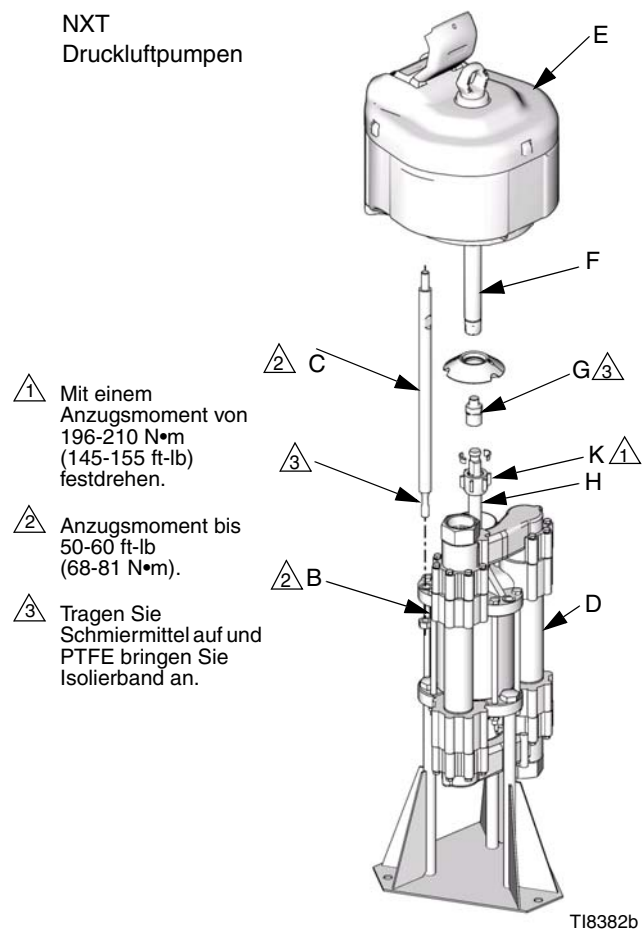
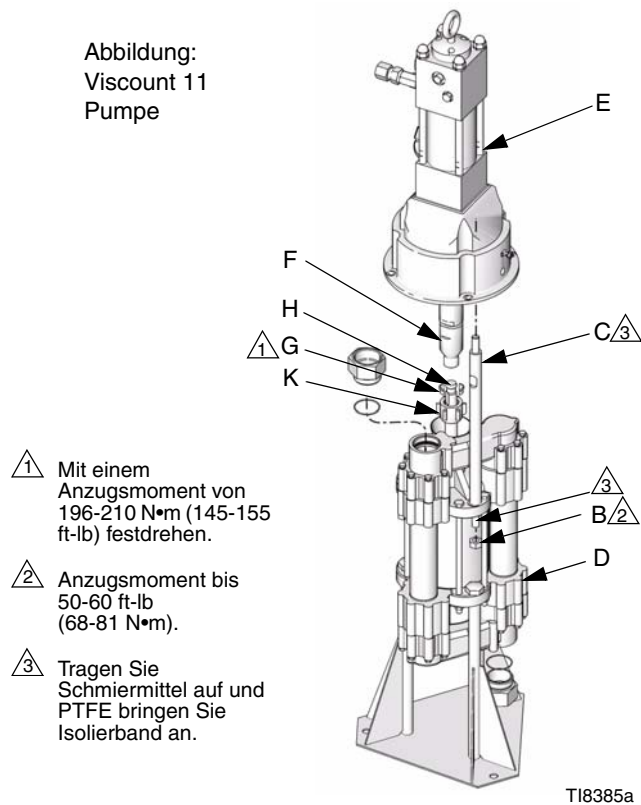

ABB. 6
ABB. 7
3. Lockern Sie die Kupplungsmutter (K) und entfernen Sie die Muffen (G) Entfernen Sie die Kupplungsmutter von der Kolbenstange (H) Kolbenstange (H). Die Sicherungsmuttern (B) von den Verbindungsstangen (C) abschrauben. Ziehen Sie den Motor (E) von der Unterpumpe (D). Siehe ABB. 6 und ABB. 7.